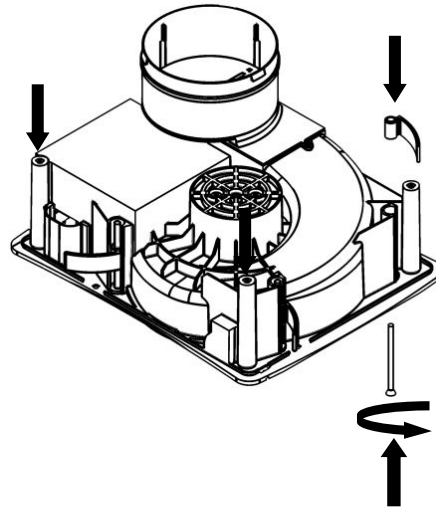

Fig.6. Settings / Réglages / Einstellungen / Instellingen
**1. SELECTEER DE OPTIE CONTINUSNELHEID** - Zet de dip switch 2 in de AAN-positie om continubedrijf te activeren. Om de optie continusnelheid te deactiveren zet u de dip switch 2 in de UIT-positie (fig. 6).
- Lage continusnelheid - zet dip switch 1 in de UIT-positie (fig. 6).
- Hoge continusnelheid - zet dip switch 1 in de AAN-positie (fig. 6).
- Wandmodus- zet dip switch 3 in de UIT-positie (fig. 6)
- Luchtkanaalmodus - zet dip switch 3 in de UIT-positie (fig. 6)
**4. SELECTEER VERTRAGING-AAN-OPTIE (HT-model)** – schakel de dip switch 4 in de AAN-positie om de vertraging-aan te activeren. Hierdoor kan de ventilator ongeveer 2 minuten niet versnellen. Wanneer de schakelaar Live wordt onderbroken (uitgeschakeld) in deze periode, versnelt de ventilator niet. Wanneer de schakelaar Live daarna nog actief is, versnelt de ventilator. (fig 6).
De uitlooptijd is af fabriek ingesteld op 15 minuten. Deze uitlooptijdperiode kan tussen 5 - 30 minuten worden aangepast via de verstelinrichting op de bedienings-PCB (fig. 6).
- i. Om de bedrijfstijd te VERKORTEN draait u de regelaar [T] LINKSOM (fig. 6).
- ii. Om de bedrijfstijd te VERLENGEN draait u de regelaar [T] RECHTSOM (fig. 6).
De luchtvochtigheidsgraad van de ventilator wordt af fabriek zo ingesteld dat de ventilator op ongeveer 72% RV aanspringt (fig. 6).
- i. Om de instelling te VERLAGEN moet de luchtvochtigheidsregelaar (H) LINKSOM worden gedraaid. Hierdoor wordt de ventilator gevoeliger voor RV%, d.w.z. de ventilator slaat bij een lager RV% aan (fig. 6).
- ii. Om de instelling te VERHOGEN moet de luchtvochtigheidsregelaar [H] RECHTSOM worden gedraaid. Hierdoor wordt de ventilator minder gevoelig voor RV%, d.w.z. de ventilator slaat bij een hoger RV% aan (fig. 6).